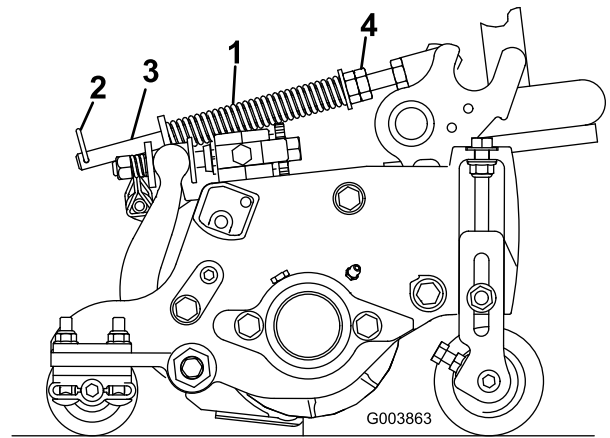

Figura 15
2. Apriete las tuercas hexagonales del extremo delantero de la varilla del muelle hasta que la longitud comprimida del muelle sea de 12,7 cm en el Reelmaster 5410, con unidades de corte de 5 pulgadas o 15,9 cm en el Reelmaster 5510 y 5610, con unidades de corte de 7 pulgadas (Figura 15).
El muelle de compensación del césped (Figura 15) transfiere peso del rodillo delantero al trasero. (Esto ayuda a reducir el patrón de ondulación en el césped.)
1. Asegúrese de que el pasador de horquilla está instalado en el taladro del extremo de la varilla (Figura 15).